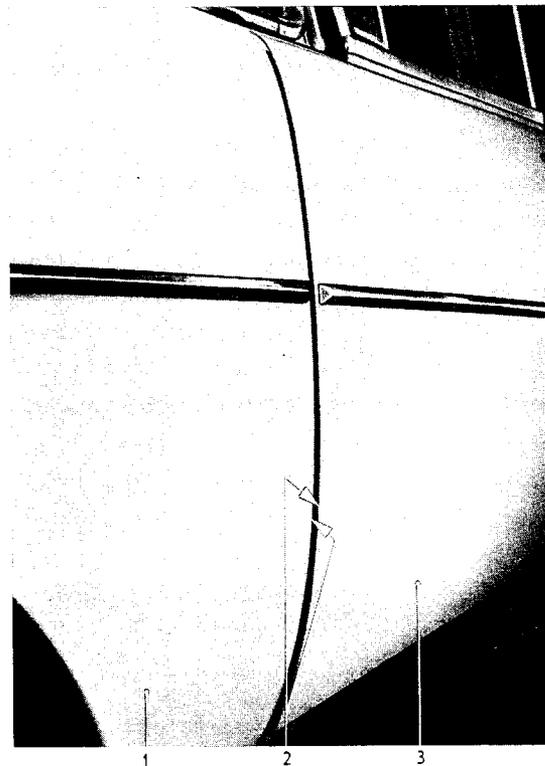

Bild 143 - Tür steht gegenüber dem Kotflügel vor
e) Türaußenhaut vorn (143/2) steht gegenüber der Kotflügelaußenfläche (143/1) zu weit vor (Bild 143).